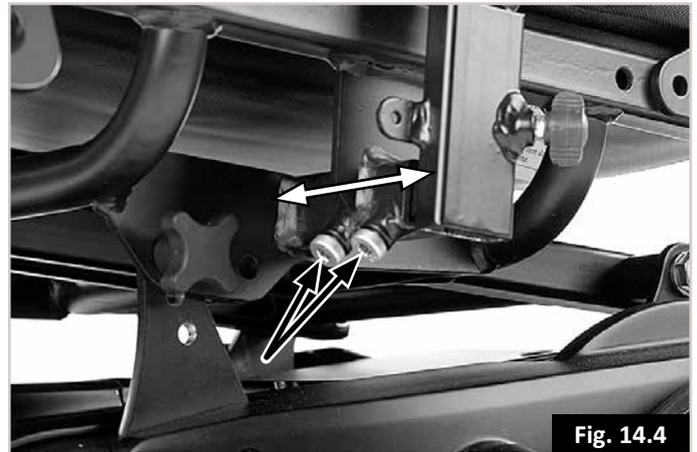

Fig. 14.4
14.4 Ajuste del ancho de asiento (Fig. 14.4):